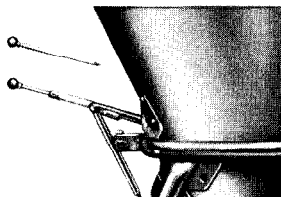

Fig. 7
10. Beim Streuen von Superphosphat, Kalkmergel und **feuchten, körnigen Düngern** (unsachgemäße Lagerung) nach jedem Leerstreuen den in den **Trichterspitzen** haftenden **Düngerring** mit der Hebelverlängerung der Kombischaltung (Fig. 7) **entfernen**. Außerdem ist der Düngeransatz an **Streuschaufeln** und **Zufuhrtaschen** zu **beseitigen!**